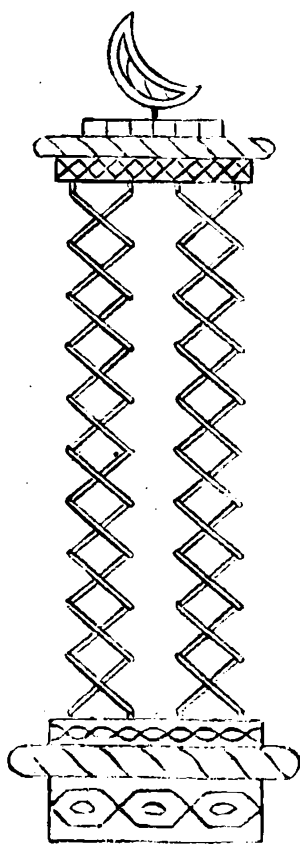

Fig. 70.
*Scaletta a colonna.* — Se alla estremità di 2 scalette si fissa un'ossatura in forma di capitello guernita di lumi, e al basso un'ossatura che rappresenti la base anch'essa guernita di lumi, si ha ciò che i pirotecnici chiamano scaletta a colonna (fig. 70).